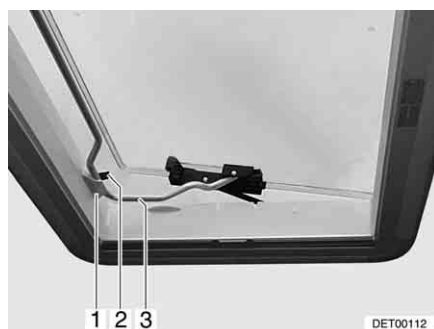

Fig. 72 Lanterneau Heki en position de ventilation 2
- Insérer l'étrier (Fig. 72,3) dans le support (Fig. 72,1).
- Placer le levier (Fig. 72,2) sur l'étrier.